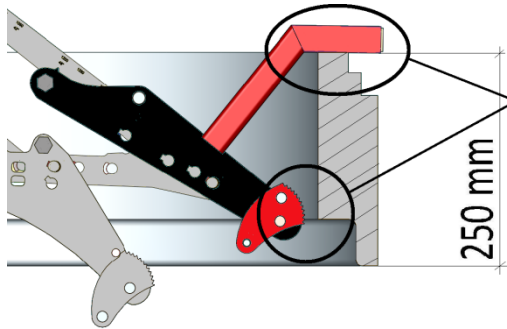

Bild 1
**Das Greifen von Schachtringen (Bauhöhe 250 mm) OHNE oben benanntes Zubehörteil (4400.0079) ist untersagt (→ siehe Bild 1).
**Bild 1** zeigt einen Schachtring mit einer minimalen Bauhöhe von 250 mm **ohne** „Adaptersatz“ an Auflage von SVZ-UNI“ (4400.0079).